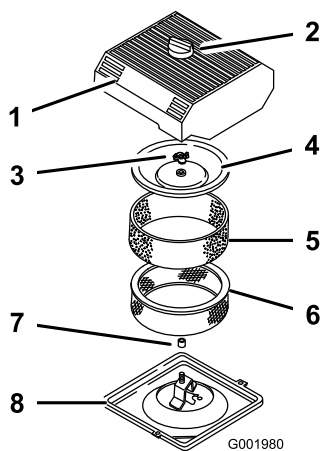

図 44
3. エアクリーナを外したときエンジン内部に異物が入らないよう、周辺をきれいに拭く(図 44)。
- エア・クリーナのカバーのノブをゆるめてカバーを外す(図 44)。
- ペーパー・エレメントからスポンジ・エレメントを注意深く取り外す(図 44)。
- カバー・ナットを外し、カバーとペーパー・エレメントを外す(図 44)。
- ペーパー・エレメントにスポンジ・エレメントを注意深く取り付ける(図 44)。
- カバー・ナットを取り付けて指締めする(図 44)。
4. エア・クリーナのカバーとノブを元通りに取り付ける(図 44)。